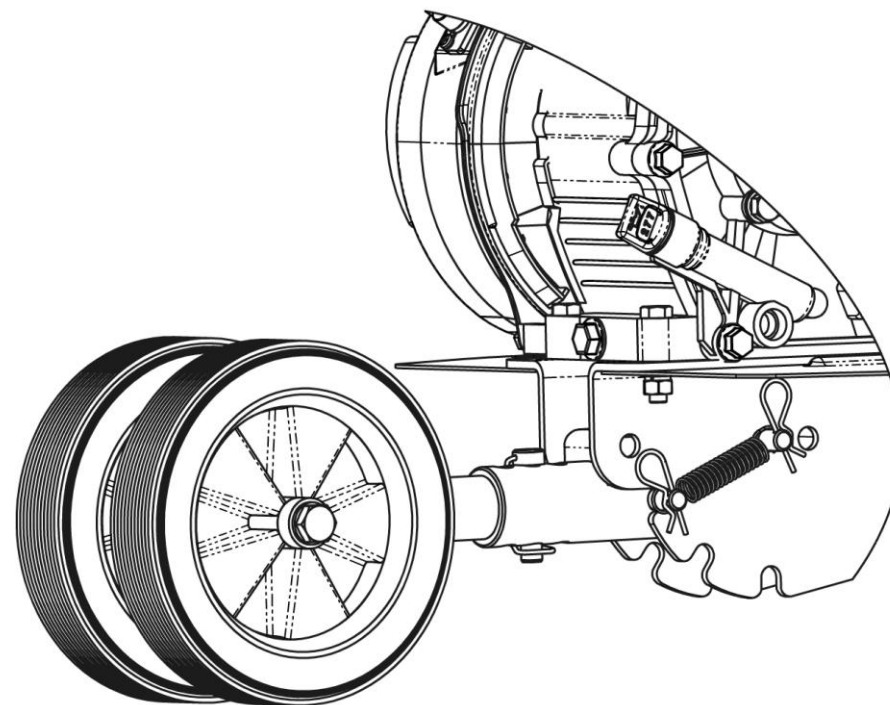

Рис. 7
6. Проверить правильность установки комплекта согласно рис.7.